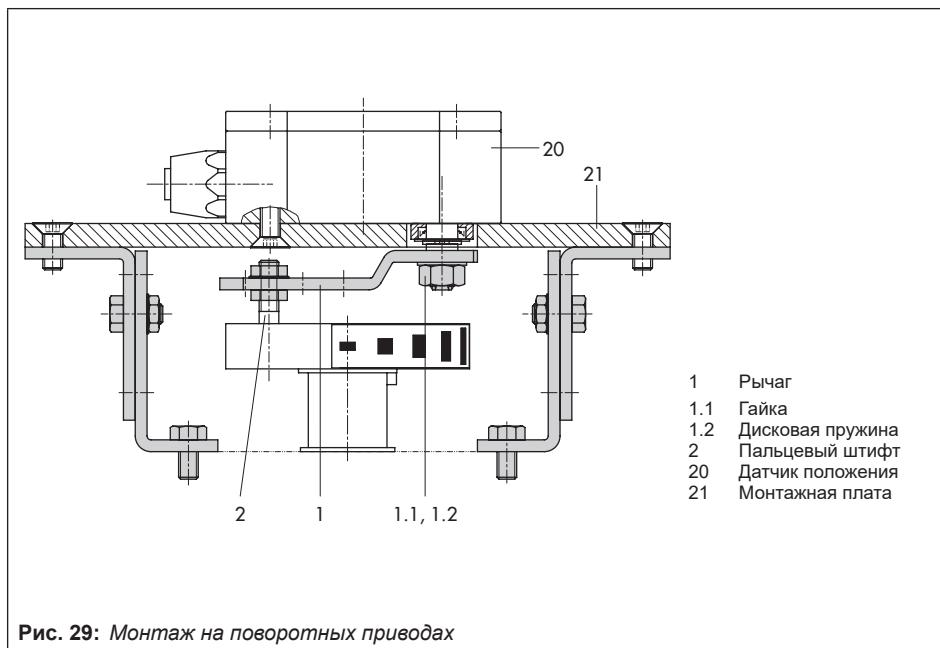

Рис. 29: Монтаж на поворотных приводах
- ➔ См. Рис. 29
1. Установите рычаг (1) на датчике положения в центр и удерживайте. Ослабьте гайку (1.1) и снимите рычаг с дисковой пружиной (1.2) с вала датчика.
2. Прикрепите датчик положения (20) к монтажной плате (21).
3. Замените установленный на рычаге (1) пальцевый штифт (2) на металлический пальцевый штифт (2) из навесного оборудования и зафиксируйте его в положении 90°.
4. Установите рычаг (1) и дисковую пружину (1.2) на вал датчика. **Установите рычаг в центральное положение и удерживайте.** Навинтите гайку (1.1).
- Вместо позиционера установите датчик положения (20) с монтажной платой (21).